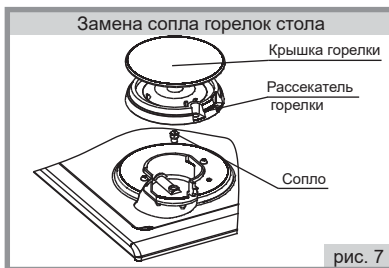

рис. 7
13.1. Проведение замены сопла при ремонте, а также при переводе на другой тип газа (рис.7)